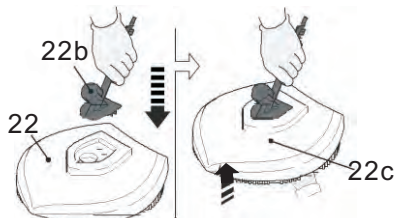

Fig. 17
- > Alignez le connecteur d'angle et la buse rotative (22c) de part et d'autre de la laveur de sol (22), avec le connecteur au-dessus et la buse en dessous. Vissez la buse rotative (22c) sur le fil du connecteur d'angle. Serrez-la bien (Fig. 17).